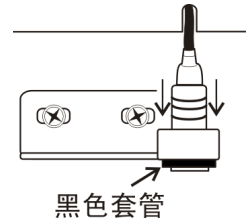

图 5-13. 套管
20. 将黄色接头上的插销插入室门上的插槽内。将接头完全按入插槽，然后缓缓向下滑动张力夹直到黄色接头完全插入不再露出为止（图 5-13）。